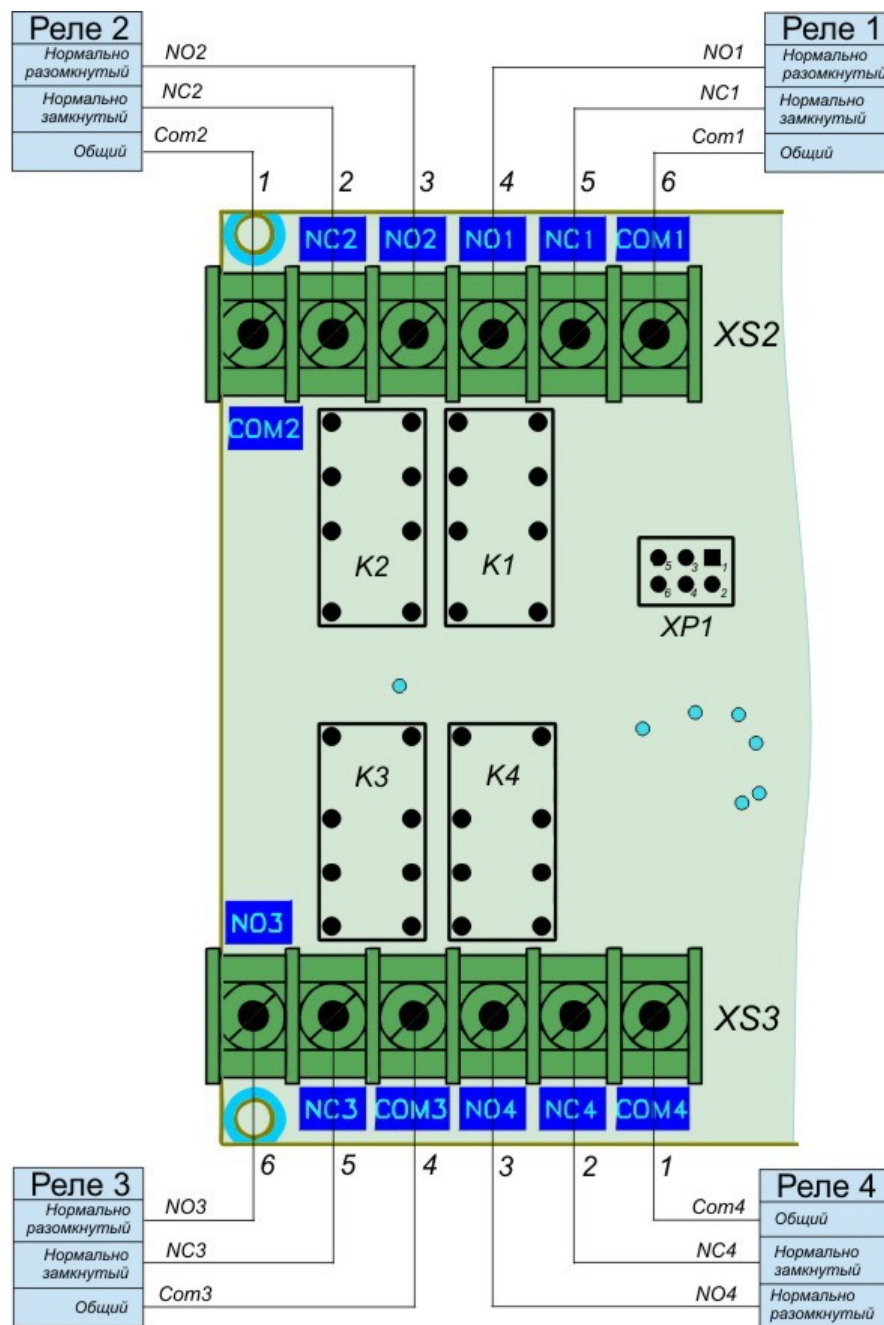

Рисунок 8 - Подключение цепи управления
3) Произвести монтаж кабеля управления между управляемым электрооборудованием и разъемом XS2, XS3 в соответствии со схемой рабочего проекта (рисунок 8). Рекомендуемый тип проводов - ПВ длиной до 100 м.